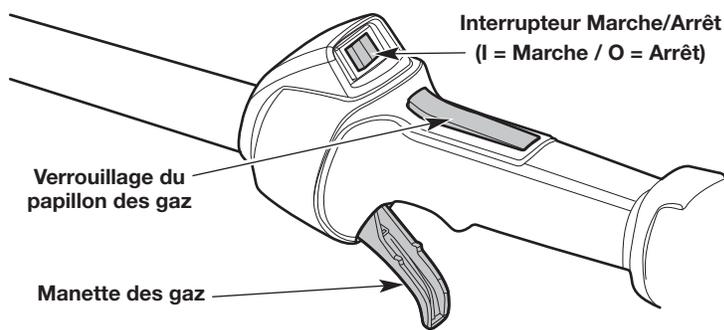

Fig. 18
REMARQUE : Il est inutile de mettre l'appareil en marche. La commande Marche/Arrêt est en position **Marche** (I) en permanence (Fig. 18).
6. Appuyez sur le bouton de verrouillage de la manette des gaz et maintenez-le enfoncé. Serrez et la manette des gaz et maintenez-la enfoncée (Fig. 18). Tirez à **5 reprises** sur le câble de démarreur avec un mouvement contrôlé et régulier (Fig. 20).
2. Maintenez la commande Marche/Arrêt enfoncée en position **Arrêt** (O) jusqu'à ce que le moteur soit complètement arrêté (Fig. 18).